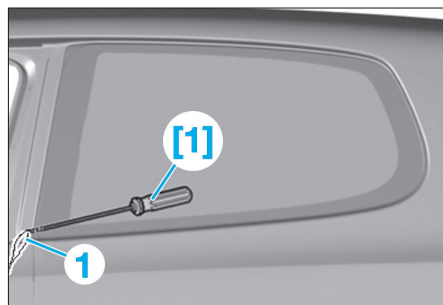

FIG. 6
- [1]. Alène ref. 1474/2 (Fig.6).
- Tirer le fil tranchant (1) à l'emplacement indiqué sur la figure vers l'intérieur du véhicule en faisant passer à travers le mastic-colle à l'aide de l'outil [1] (Fig.6).